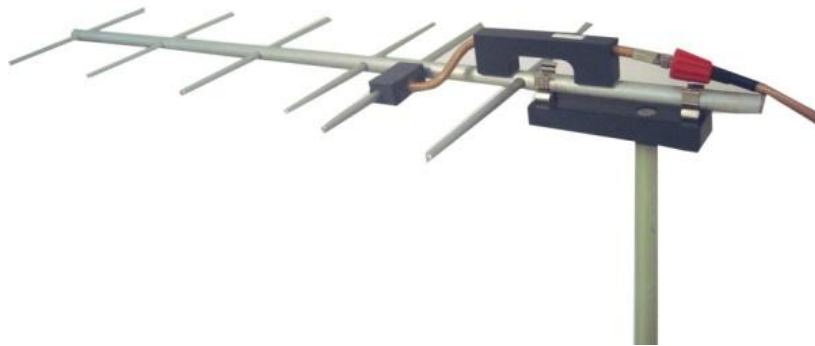

Figura 1.1.2 Antena Yagi polarizada horizontalmente
C. Instale el mástil para antena con clips horizontales en el soporte de TX y sujete la antena Yagi con los clips del mástil, oriente los elementos de tal manera que la antena quede polarizada horizontalmente tal como se indica en la Figura 1.1.2.. Conecte el cable tipo SMA largo en la salida del oscilador de 1GHz del generador RF y el otro extremo a la antena Yagi.